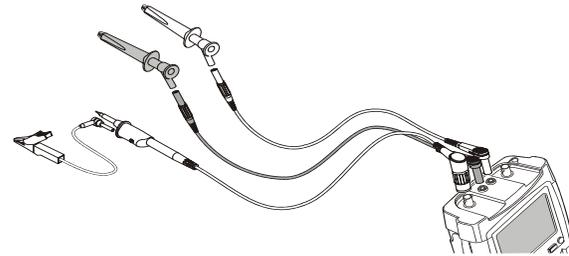

Рис. 20. Запись осциллограмм с внешним запуском развертки
- 4 Подайте сигнал, который будет записываться, на красный входной BNC-разъем А. Подайте внешний сигнал на внешние входные разъемы типа "банан" (красный и черный). (См. Рис. 20.)